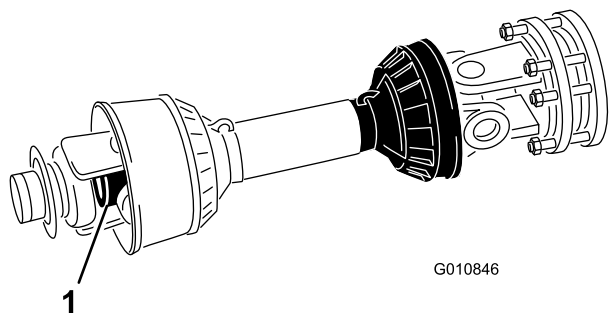

Figura 14
9. Fare scorrere completamente i tubi dell'albero della presa di forza l'uno verso l'altro. Verificate che il tubo **interno** non sporga nella sezione trasversale e nel cuscinetto del tubo esterno (Figura 14). In tal caso, tagliate **una parte** del tubo interno per rimediare al problema.